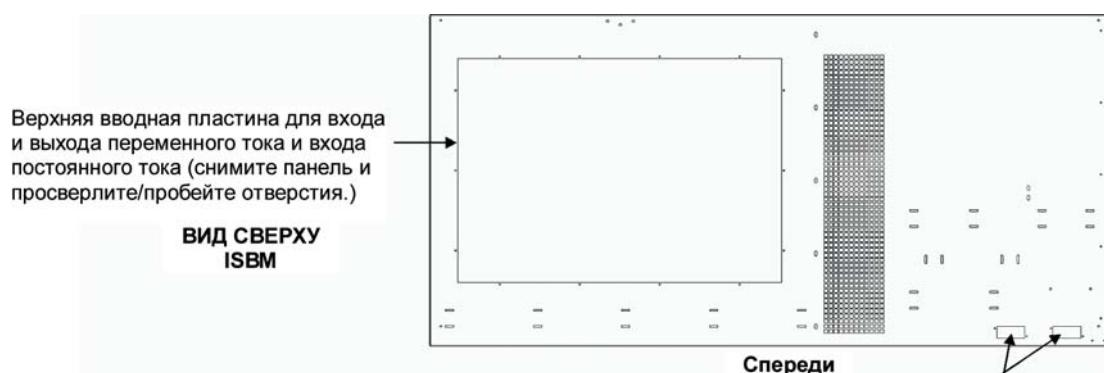
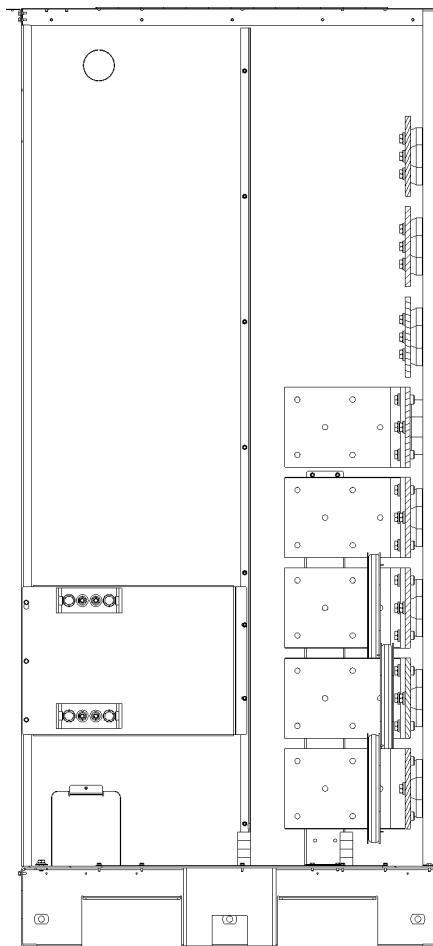
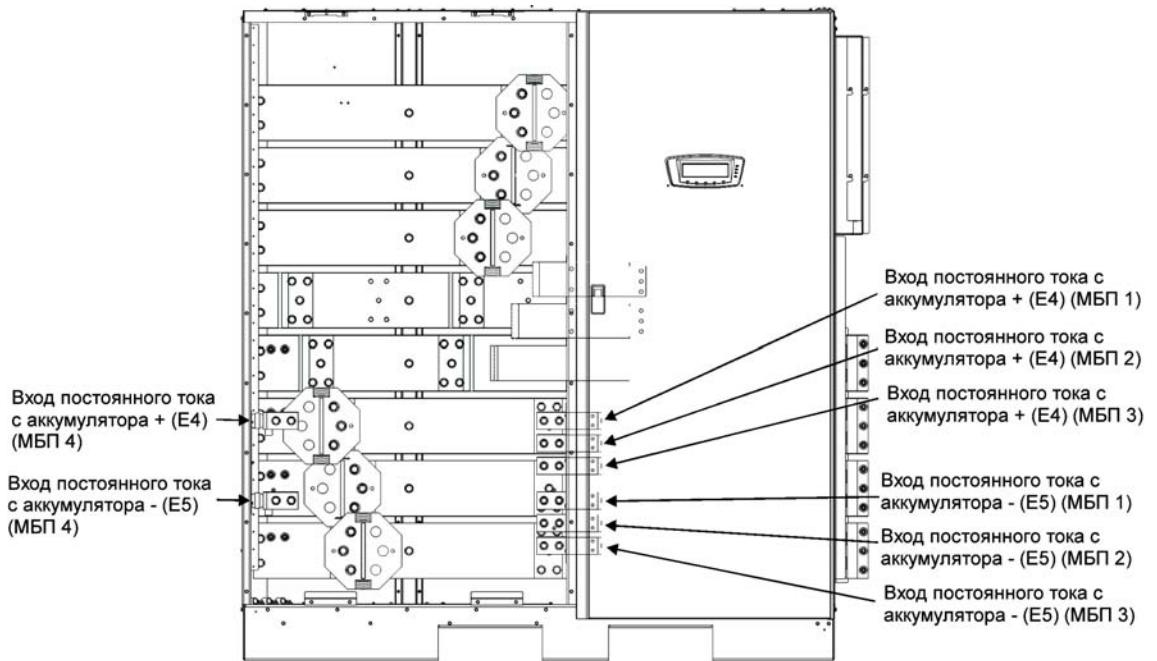

Рис. 4-15. Расположение входов проводки
Рис. 4-20. Узел ВВ клеммы питания секции ISBM ИБП - раздельный аккумулятор
Рис. 4-22. Вид спереди. Конфигурации с раздельными аккумуляторами
Снимите верхние или нижние вводные пластины шкафа ИБП и просверлите/пробейте в них отверстия (см. Рис. 4-15).
- Проведите входной и выходной кабели/шины сверху или снизу шкафа к клеммам ИБП. Для получения информации о доступе к проводке и расположении клемм общего питания через выпрямитель см. Рис. 4-15 - Рис. 4-20.
1. Проведите кабели аккумулятора между секцией ISBM ИБП и аккумуляторной системой или выключателем аккумулятора. Для получения информации о доступе к проводке и расположении клемм см. Рис. 4-15 - Рис. 4-20 и Рис. 4-22.
5. Снимите вводные пластины интерфейсной проводки и просверлите/пробейте в них отверстия (см. Рис. 4-15 на стр. 52).